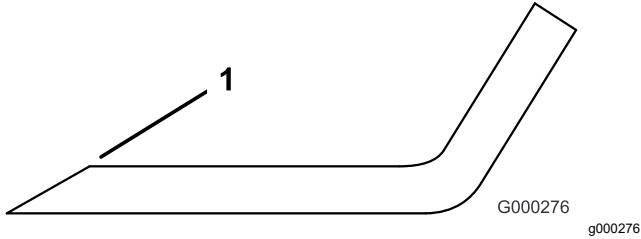

图 32
- 检查所有刀片的刀刃。如果刀片变钝或出现豁口请磨快刀刃。仅打磨刀刃的顶边并保持最初的切割角度以保证锋利度图 32。如果从两片刀刃上磨掉相同量的金属刀片会保持平衡。